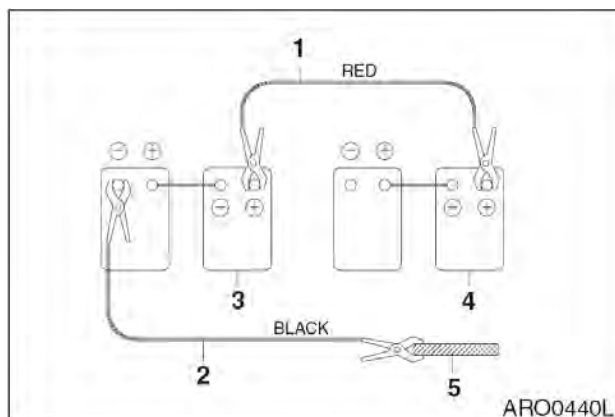

Рис. 13
2. Соединить один конец красного кабеля (1, рис. 13) к положительному (+) выводу батареи машины, а другой конец к положительному (+) выводу внешней батареи.
3. Соединить один конец черного кабеля (2, рис. 13) к отрицательному (-) выводу внешней батареи, а затем соединить другой конец (-) черного кабеля с верхней частью рамы запускаемой машины (2, рис. 13). При выполнении последнего соединения с верхней части рамы следует подключать конец кабеля как можно дальше от батарей машины. НЕ СОЕДИНЯТЬ НЕПОСРЕДСТВЕННО С ОТРИЦАТЕЛЬНЫМ ВЫВОДОМ БАТАРЕИ.
1. Сначала отсоединить черный отрицательный (-) кабель (2, рис. 13) от корпуса машины.
2. Отсоединить другой конец черного отрицательного (-) кабеля (1, рис. 13) от внешней батареи.
3. Отсоединить красный положительный (+) кабель (1, рис. 13) от внешней батареи.
4. Отсоединить красный положительный (+) кабель (1, рис. 13) от батарей машины.